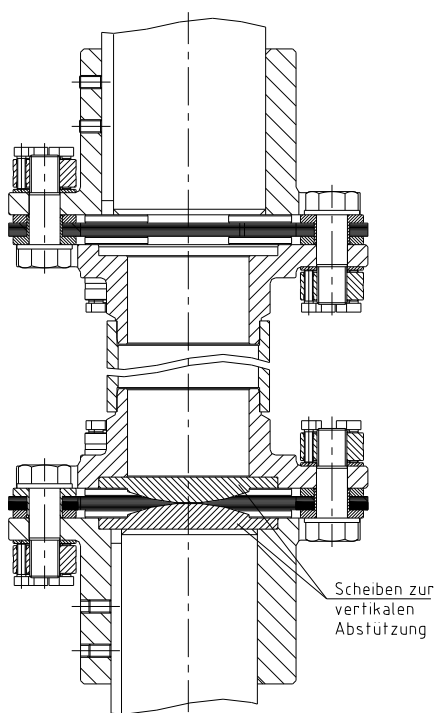

Bild 25: Vertikaler Einbau (bevorzugter Einbau)
- Montieren Sie die Flanschnaben auf die Welle der An- und Abtriebsseite. Hierbei ist darauf zu achten, dass die Flanschnabe mit der Scheibe zur vertikalen Abstützung unten ist (siehe Bild 25 und alternativ 26).
- Die Innenseite der oberen Flanschnabe bzw. die Zentrierfläche der unteren Flanschnabe müssen bündig mit den Stirnseiten der Wellen abschließen (siehe Bild 25 und alternativ 26).